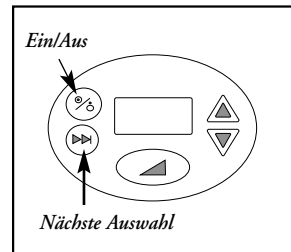

Abbildung 9
5. Wenn Sie morgens aufwachen, drücken Sie den Ein-/Aus-Schalter, um das Gebläse auszuschalten (**Abbildung 9**).